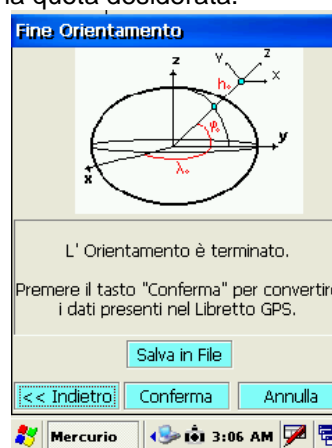

fig.93
14. Selezionare **Conferma** per accettare la configurazione (fig. 93)